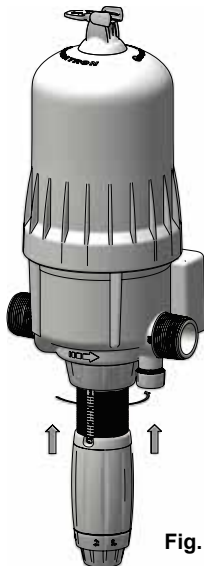

Fig. 5
- Revisser à la main l'écrou de fixation de la partie dosage (Fig.5).